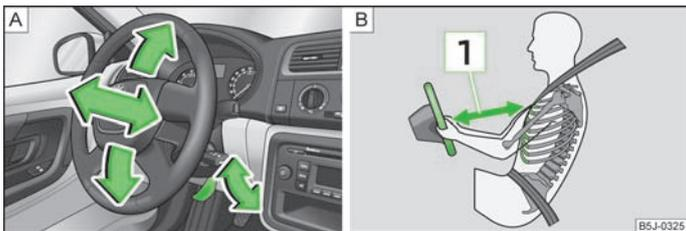

Fig. 75 Volant réglable : Manette sous la colonne de direction/distance de sécurité au volant
- Rabattez la manette sous le volant vers le bas » fig. 75 - A.